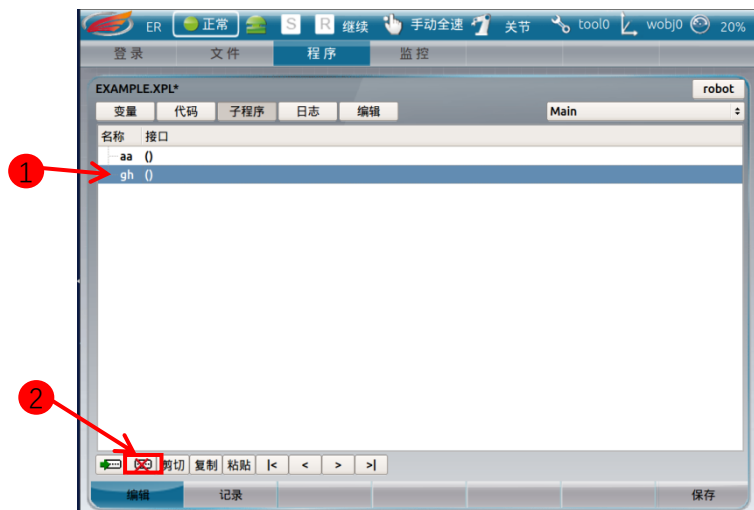

图 26
1. 点击要删除的子程序（图 26 中标记 1），
2. 点击删除按钮 “”（图 26 中标记 2），立即就可删除该子程序。